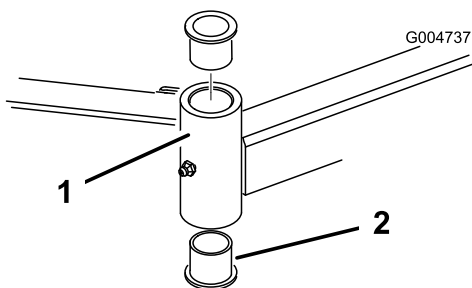

Figura 29
4. Introduza um punção para cavilhas na zona superior ou inferior do tubo de montagem e retire o casquilho para fora do tubo (Figura 29). Retire igualmente o outro casquilho do tubo. Limpe o interior dos tubos para remover a sujidade.